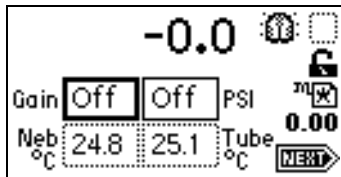

图 3-7 PMT 增益和气体压力 Home 屏幕
1. 按 Home 键。出现 PMT 增益和气体压力 Home 屏幕（图 3-7）。